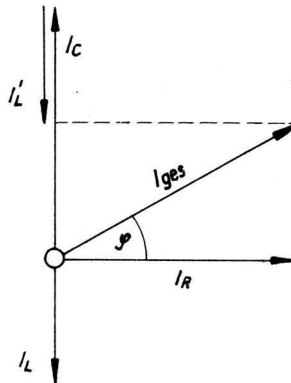
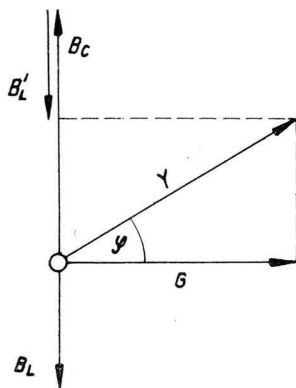

Bild 17
Bild 18
Dafür gilt das Zeigerbild Bild 17.
Damit läßt sich aus (26) und Bild 17, Bild 18 konstruieren und
Denkt man sich das Zeigerbild (Bild 17) der Ströme für den Resonanzfall, so ist der in die Schaltung hineinfließende Strom klein gegen die Ströme  $I_C$  und  $I_L$ . Für den Parallelschwingkreis wird nun die Güte genau wie beim Reihenschwingkreis als Verhältnis definiert, aber hier als Verhältnis der Ströme